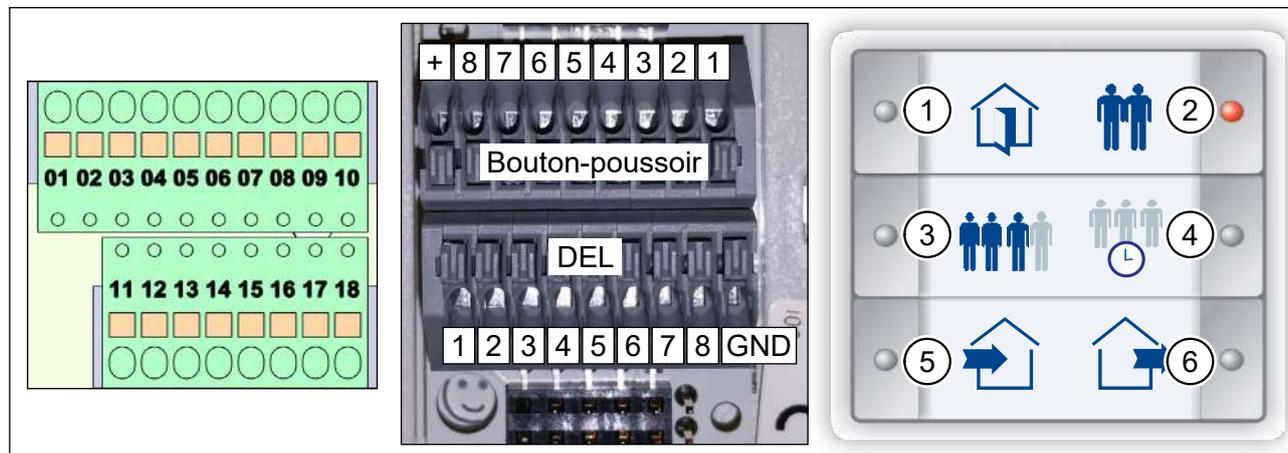

Fig. 30 : Borniers sur l'appareil d'aération, borniers du capteur à touche InControl, étiquette
- Après le câblage, posez l'étiquette (Fig. 30) dans le capteur à touche InControl.